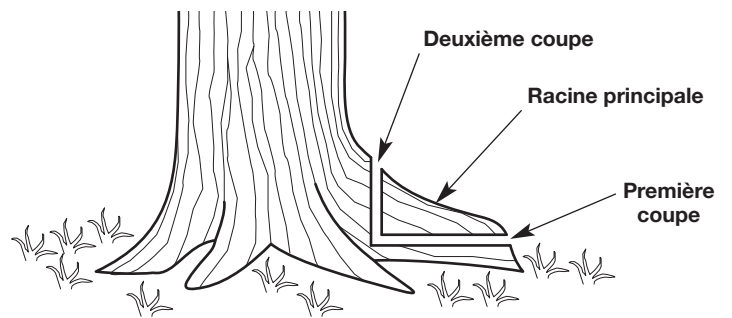

Fig. 8
1. Faites une coupe horizontale dans la racine principale (Fig. 8).
2. Faites une coupe verticale dans la racine principale (Fig. 8).